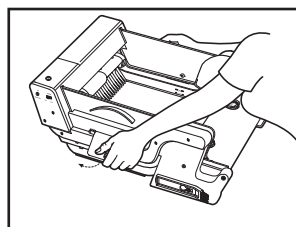
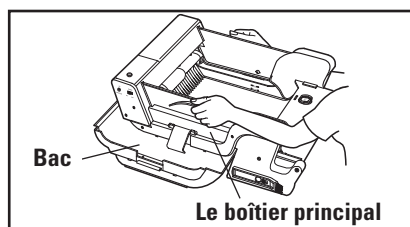

Fig. 8a
Fig. 8b
- Soulever les verrous de chaque côté de l'appareil et utiliser les poignées pour soulever vers le haut (fig. 8a). On dégage de la sorte le bac du boîtier principal (fig. 8b).